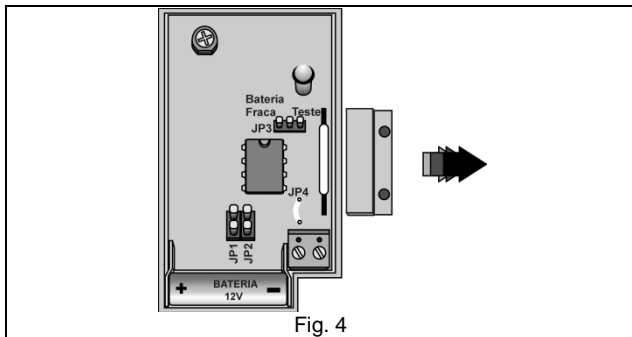

Fig. 4
1. Coloque a bateria no REED-LC (fig. 4);
6. Aproxime e afaste o ímã do REED-LC até que o LED deste pisque 1 vez (fig. 4).